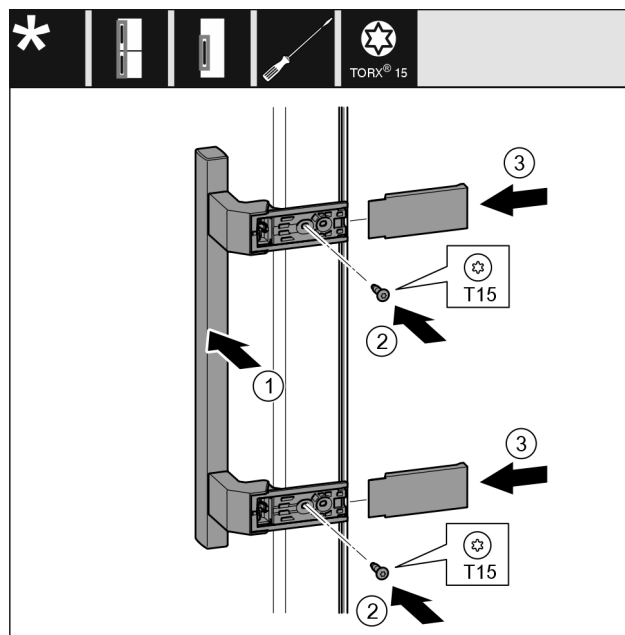

Fig. 23
- Placer la poignée Fig. 23 (1) du côté opposé.
- Serrer les vis Fig. 23 (2) avec un tournevis.
- Placer les caches Fig. 23 (3) sur le côté et les faire glisser.